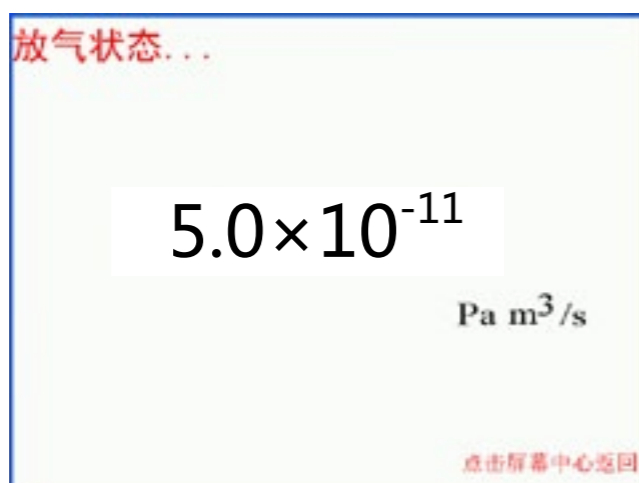

图 4-3 漏率指示大屏幕界面
- 漏率指示区：指示当前的漏率值，可以通过触摸漏率指示区得到一个大屏幕漏率显示区，方便用户观察当前漏率，如图 4-3 所示。